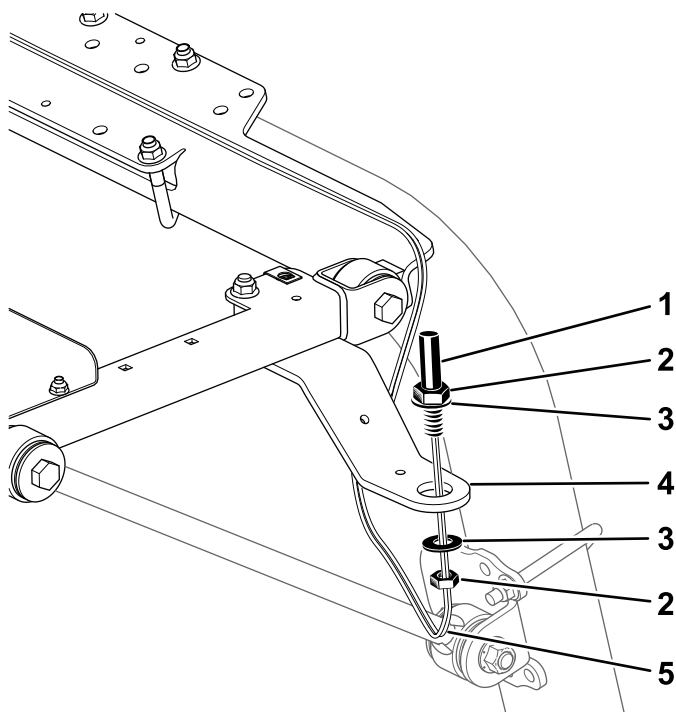

Figura 8
5. Instale o suporte do sinal luminoso no suporte como se mostra na Figura 8.